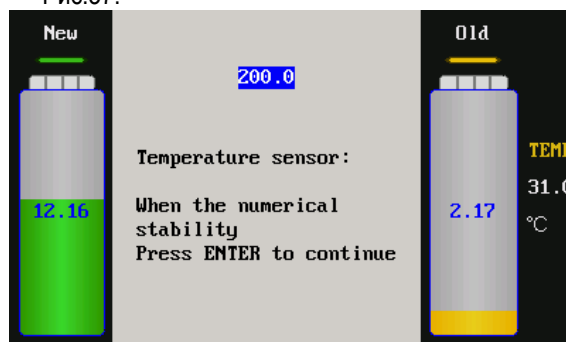

Рис. 37
- 9) Согласно подсказкам на экране интерфейса ввести текущее значение температуры (единица измерения: °C), а затем сохранения данных. Интерфейс представлен на Рис.37.